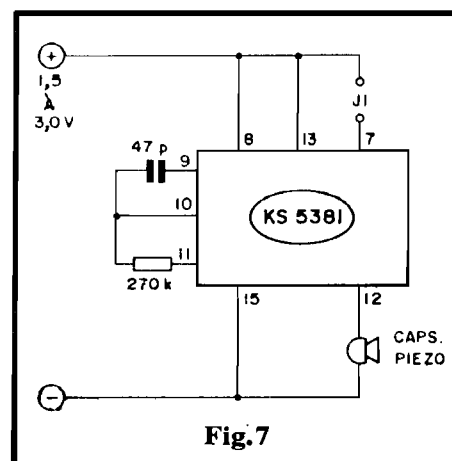

Fig. 7
- FIG. 7 - O CIRCUITO (MK2) - Na mesma série "KS", o fabri-